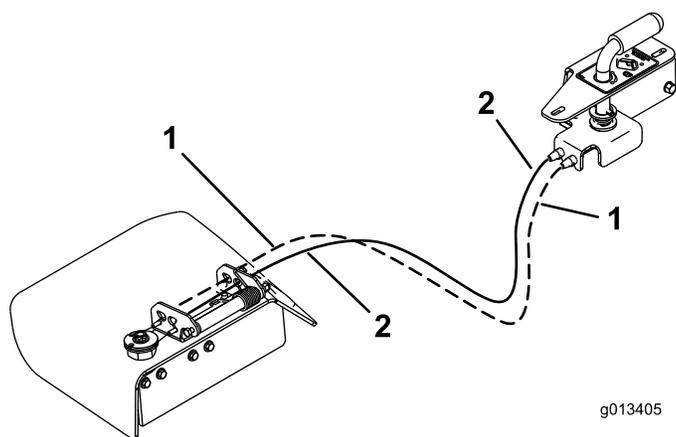

Figure 9
6. Trouvez le câble qui est fixé à l'extérieur de la poignée et placez-le dans le trou extérieur de l'éjecteur latéral (Figure 9).